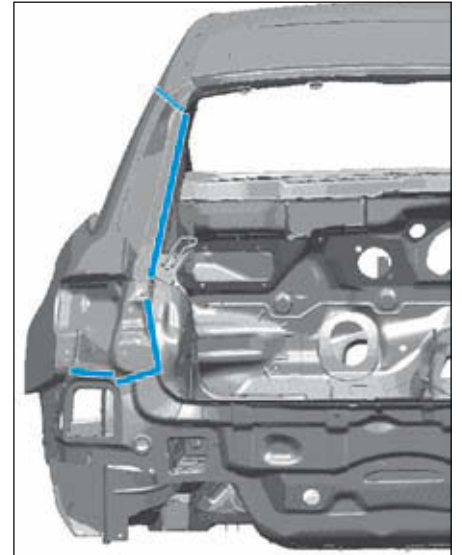
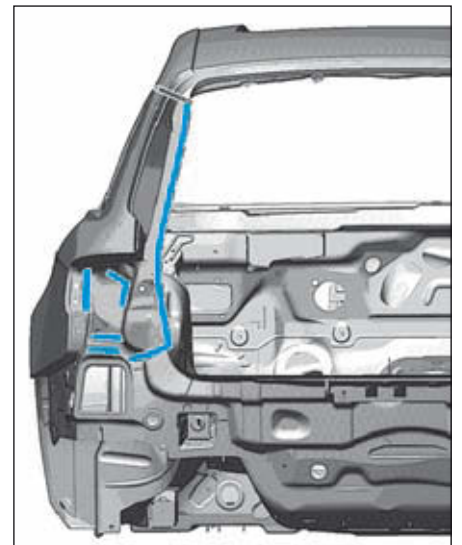
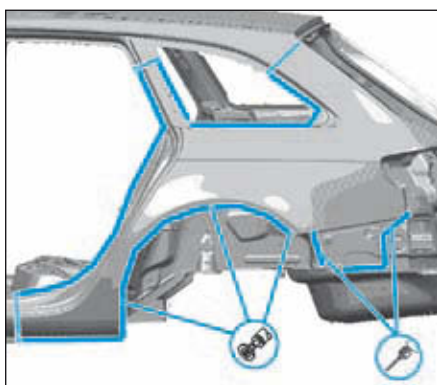

FIG.117
FIG.118
FIG.116
- Sectionner l'arête extérieure du passage de roue à l'aide de la meuleuse (Fig.116), (Fig.117) et (Fig.118).